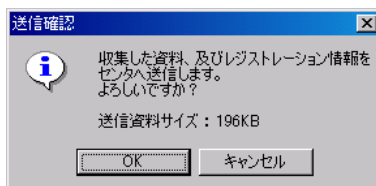

図 5-28 センタ送信確認メッセージ (バージョン 1)
- 8 資料収集が完了し、資料ファイルがセンタに送信可能なサイズ(700K バイト以下)の場合、センタ送信確認メッセージ(図 5-28)が表示されます。[OK]をクリックすると、収集した資料がセンタに送信されます(後ほど管理メニュー画面で送信することもできます)。
- 15** 資料収集が完了し、資料ファイルがセンタに送信可能なサイズ(700K バイト以下)の場合、センタ送信確認メッセージ(図 5-28)が表示されます。[OK]をクリックすると、収集した資料がセンタに送信されます(後ほど管理メニュー画面で送信することもできます)。
資料ファイルがセンタに送信可能なサイズ(700K バイト以下)の場合、センタ送信確認メッセージ(図 5-28)が表示されます。